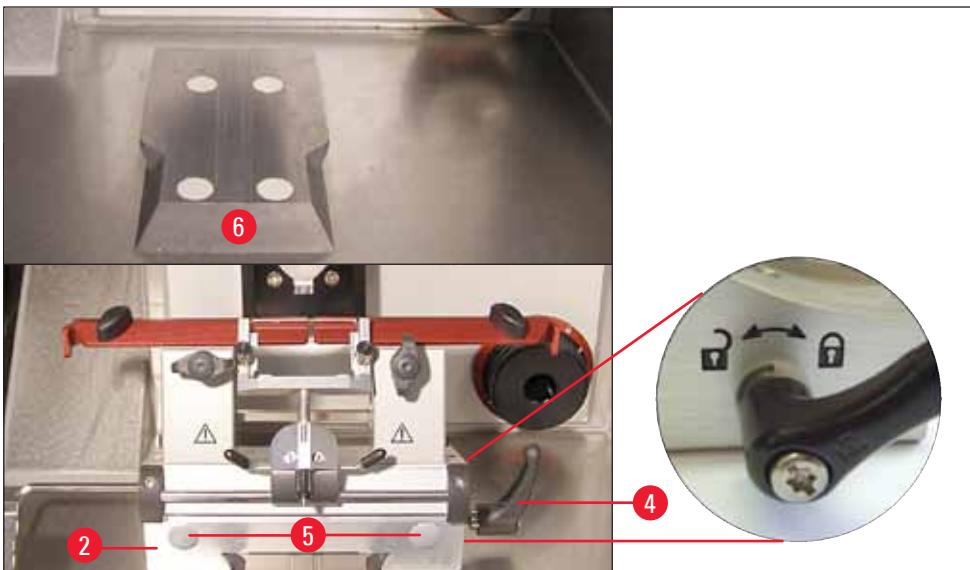

图 25
- 将刀架底座 (→ 图 25-2) 从正面推入楔形榫头导轨 (→ 图 25-6), 用锁杆 (→ 图 25-4) 紧固。顺时针 (朝向闭锁符号) 移动刀架底座右侧的锁杆 (详情请参见 (→ 图 25)。若要移动底座, 只能稍稍打开锁杆, 以防意外滑向样品头! 逆时针 (朝向开锁符号) 移动刀架底座右侧的锁杆 (详情请参见 (→ 图 25)。